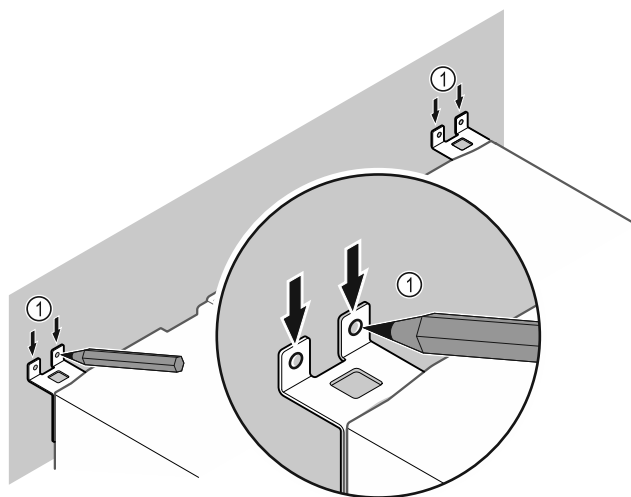

Fig. 10
- Markeringen op de wand aanbrengen Fig. 10 (1).